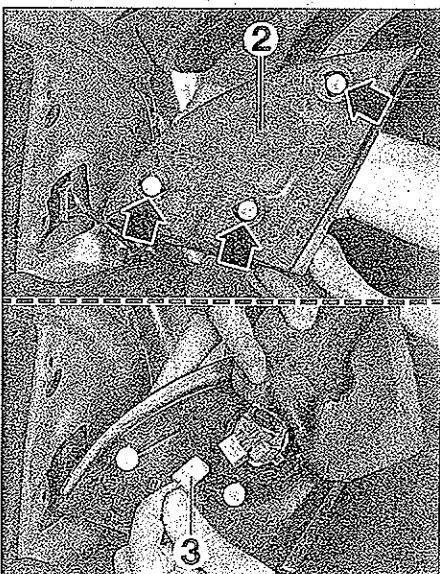

FIG. 46
- Desengrapar la tapa interior (2) de retrovisor (fig. 46).